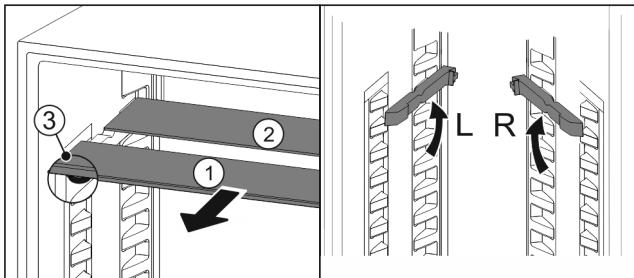

Fig. 135
- Glasplatten einzeln nach vorne herausziehen Fig. 135 (1).
- Glasplatte Fig. 135 (1) mit Zierleiste liegt vorne.
- Stopps Fig. 135 (3) zeigen nach unten.